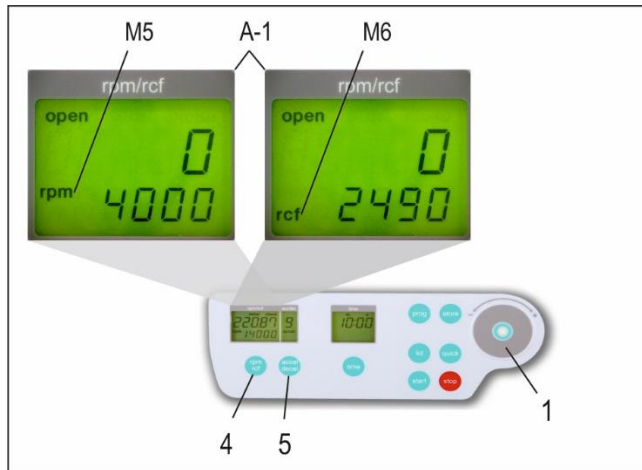

Abbildung 22
Mittels der Taste „rpm/rcf“ (4) wird diese Vorwahl aktiviert. Bei einmaligem Betätigen der Taste blinkt der Schriftzug „rpm“ (M5). Durch erneutes Drücken der Taste kann die Vorwahl der Zentrifugalbeschleunigung gewählt werden. Es erscheint dann der blinkende Schriftzug „rcf“ (M6). Die Einstellung der gewünschten Werte kann dann mit dem Einstellfeld (1) vorgenommen werden. Im Anzeigefeld (A-1) wird der eingestellte Wert permanent, vor, während und nach dem Lauf, angezeigt. Sämtliche mit (-Ziffer-) gekennzeichneten Textstellen beziehen sich auf Abbildung 22.